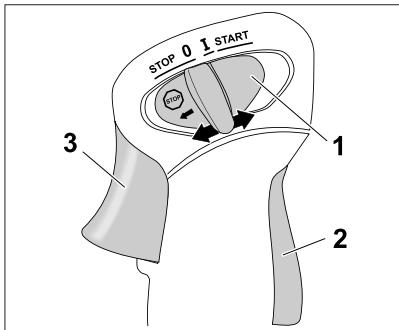
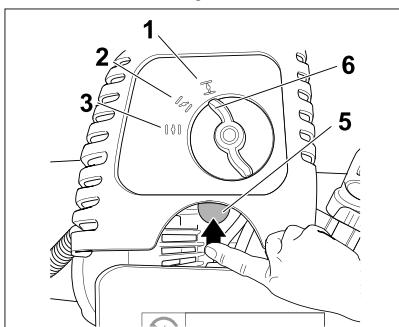

Fig. 08
Fig. 09
- Acione o botão da trava do acelerador (2) e após acione o acelerador (3) até o fundo para ficar travado [Fig. 08]. Coloque o acionador na posição ligado "I Start" (1). Libere o acelerador (3), para o botão "I Start" ficar acionado.
- Aperte o primer (5), lentamente e completamente 6 vezes, para injetar combustível na câmara de combustão. O combustível tem que estar visível no primer (5). Se não aparecer, aperte o primer (5) até que o combustível esteja visível [Fig. 09].
- Coloque o afogador (6) na posição (1),  [Fig. 09].
- Após coloque o afogador (6) na posição 2,  e deixe aquecer por mais 1 ou 2 minutos, dependendo da temperatura ambiente.
- Agora mova o afogador (6), para a posição 3, .
- Pressione o acelerador (3), [Fig. 08] para destravar a trava do acelerador (2). O interruptor de ignição salta
- Coloque o interruptor de ignição (1) na posição "I Start" [Fig. 08, pág. 10].
- Coloque a alavanca do afogador (6) na posição (3) , [Fig. 08, pág. 10].
- Se o motor não arrancar, coloque a alavanca do afogador (6) na posição (2) , [Fig. 08, pág. 10]. Após o arranque do motor, volte a colocar a alavanca do afogador (6) na posição (3) , [Fig. 08, pág. 10].
- Libere o acelerador (3), [Fig. 08, pág. 10]. Deixe o motor desacelerar em ponto morto.
- Coloque o interruptor de ignição (1), [Fig. 08, pág. 10] na posição "Stop 0", desligado.
- Se o motor não parar quando colocar o interruptor na posição "Stop 0", desligado, coloque o afogador na posição (1) , [Fig. 09, pág. 10].